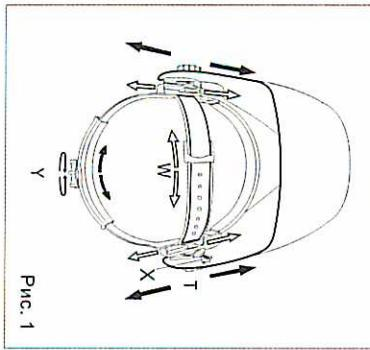

Рис. 1
1. Длину окружности головы можно увеличить или уменьшить, вращая ручку с накаткой на затылочной части оголовья. (см. "У" на рис.1). Данная процедура выполняется при надежной фиксации сварочной маски и позволяет получить натяжение, необходимое для надежной фиксации сварочной маски на голове.
2. Если наголовник сидит на голове слишком высоко или слишком низко, отрегулируйте ремень, который проходит через лакушку. Для этого оставьте конец ремня, выдавив стопорный щипц из отверстия на ремне. Перенесите две части ремня относительно друг друга на требуемую длину и вставьте стопорный щипц обратно (см. "W" на рис.1).
1. Ослабьте гайки фиксаторы (см. "Т" на рис. 1) и двигайте маску **к** или от вашего лица. Убедитесь, что расстояние между обиими глазами и светофильтром одинаковые, чтобы избежать неравномерного затемнения светофильтра.